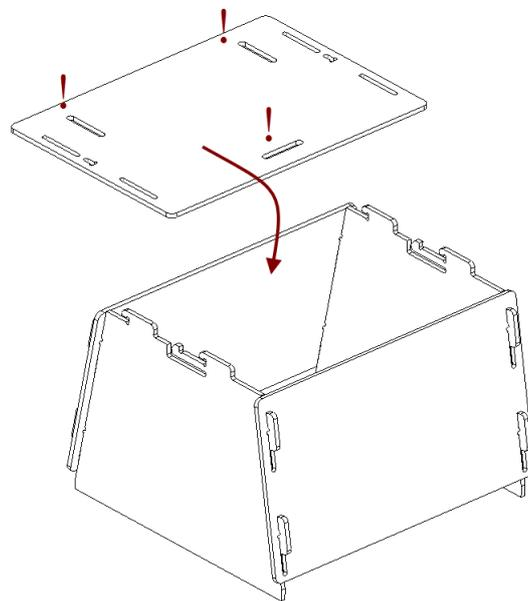

Abbildung 143: Die Abdeckung montieren.
3. Die Abdeckung mit Hilfe der oberen Haken der Seitenwände aufsetzen, dabei auf die Orientierung der Schlitzes achten (siehe Abb. 143).